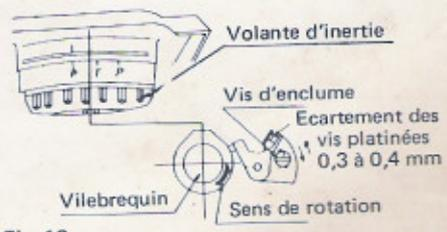

Fig. 13
##### (3) Réglage de l'allumage (fig. 13)